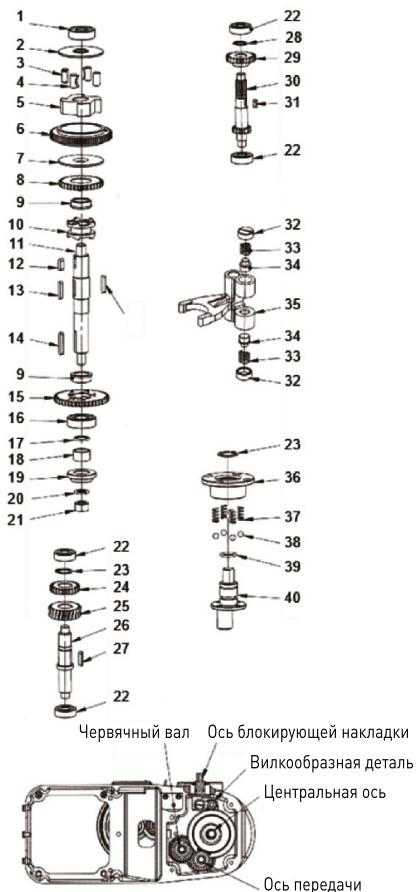

Рис. 2: Узел передачи
- Узел передачи (Рис. 2);
## Список деталей устройства, указанных на Рис. 2